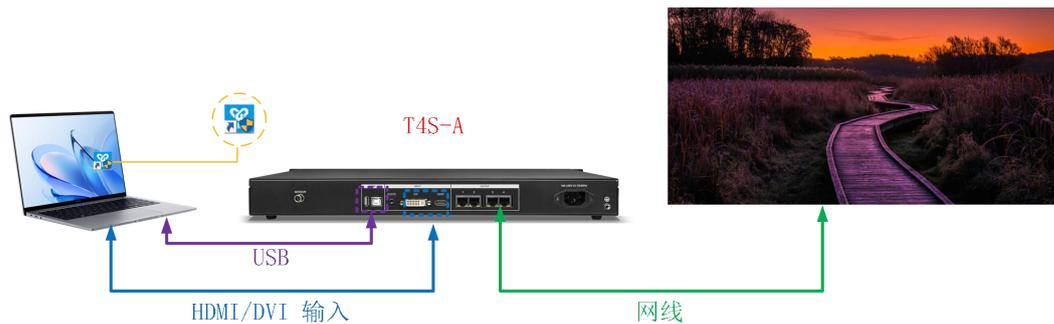

图 3-1 硬件连接图
- 1) 安装 C-Link 的 PC 通过控制线（USB 或网线）与发送卡连接，如图 3-1 所示，其中发送卡以 T4S 为例。